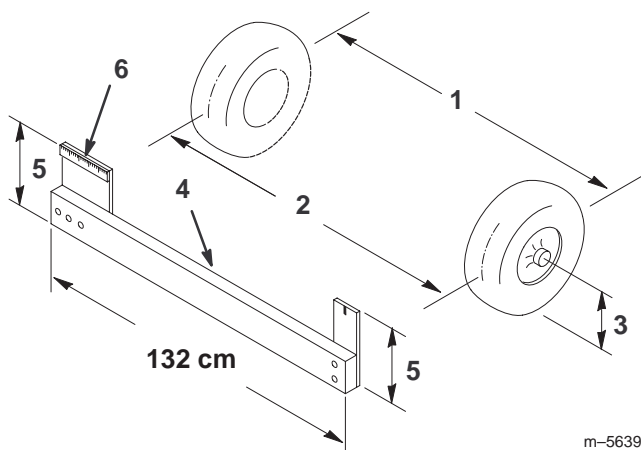

Figure 48
4. Mesurez la distance entre les pneus avant à hauteur d'essieu, à l'avant et à l'arrière des pneus (Fig. 48). Un gabarit ou un compas à verges est nécessaire pour mesurer l'arrière des pneus avant à hauteur d'essieu. Utilisez le même gabarit ou outil pour mesurer précisément l'avant des pneus avant à hauteur d'essieu (Fig. 48).